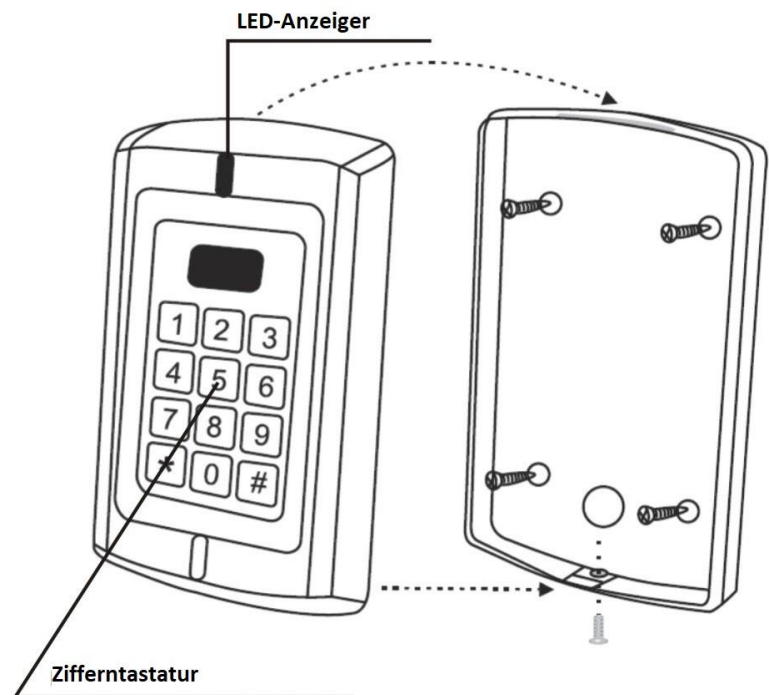

Abb.2
5. Bringen Sie die vordere Haube an (Abb. 2).